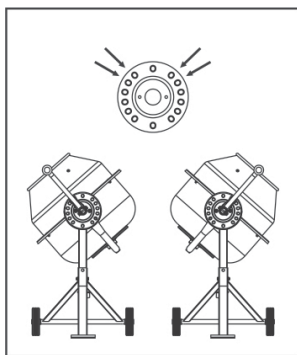

Fig.13
- Positionera trummans axel FÖR för påfyllning av murbruk enligt Fig. 13.